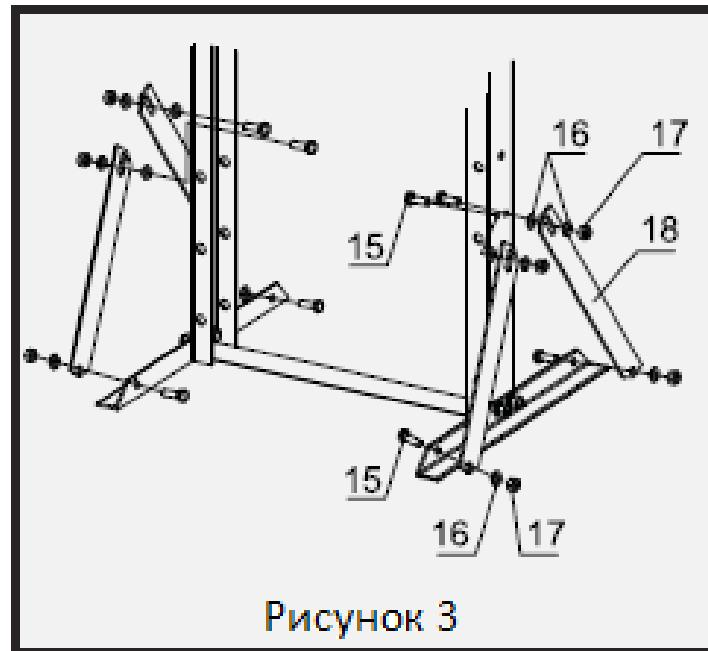

Рисунок 3
4. Прикрепите боковые опоры основания (18) к стойкам рамы и опорам основания с помощью болтов (15), шайб (16) и гаек (17). См. рисунок 3.